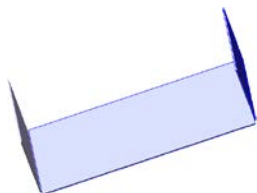
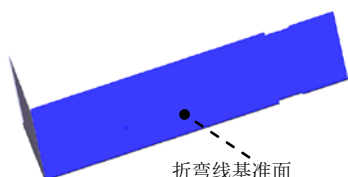

图 11.3.16 绘制的折弯 2
图 11.3.17 折弯线基准面
Step5. 创建图 11.3.16 所示的钣金特征——绘制的折弯 2。
(1) 选择命令。选择下拉菜单 **插入(I)** → **钣金(B)** → **绘制的折弯(S)...** 命令 (或单击“钣金”工具栏上的“绘制的折弯”按钮 )。
(2) 定义特征的折弯线。
① 定义折弯线基准面。选取图 11.3.17 所示的模型表面作为折弯线基准面。